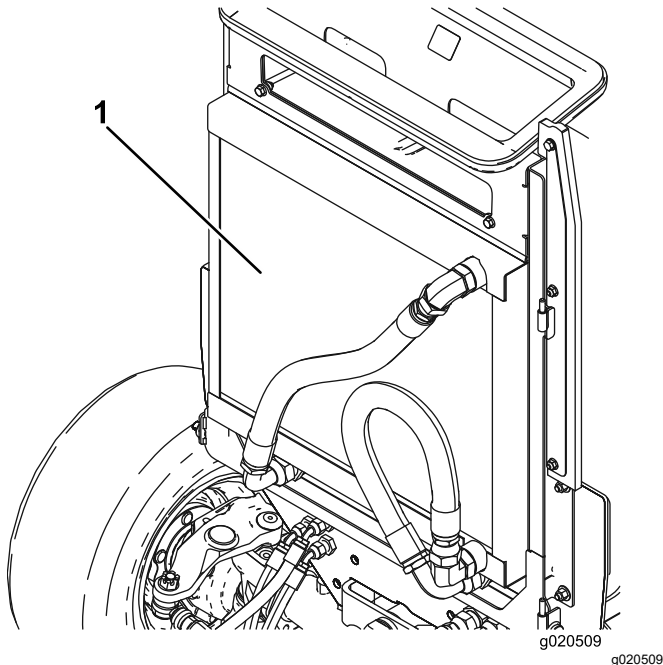

Figura 100
4. Limpe ambos os lados do radiador/refrigerador (Figura 100) com ar comprimido. Comece a partir da parte frontal e sopre os detritos para fora na direção da parte posterior. Depois, limpe a partir da parte posterior e sopre na direção da parte frontal. Repita o procedimento várias vezes até remover toda a sujidade e detritos.